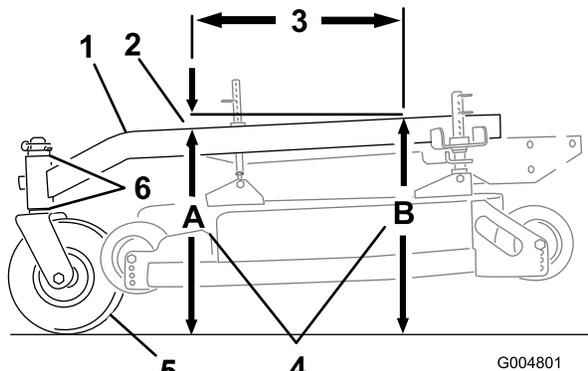

Figura 54
Il telaio portante deve avere un'inclinazione da 3 a 9 mm per la lunghezza di 61 cm sul telaio portante (Figura 54).
1. Misurate la sporgenza di 61 cm sul telaio portante (Figura 54).
2. Misurate l'altezza del telaio portante al punto A (Figura 54).
3. Misurate l'altezza del telaio portante al punto B (Figura 54).
4. L'altezza al punto A deve essere di 6-10 mm inferiore rispetto al punto B (Figura 54).
5. Se il telaio portante non è inclinato correttamente, spostate i distanziali delle ruote orientabili in modo da ottenere un angolo di inclinazione di 6-10 mm (Figura 54).